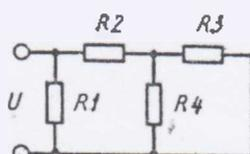

Рис. 3
4. Для электрической схемы рис. 3 заданы значения сопротивлений резисторов $R_1 = R_2 = 25\text{ Ом}$, $R_3 = 15\text{ Ом}$, $R_4 = 75\text{ Ом}$ и входное напряжение $U = 105\text{ В}$. Определить токи в ветвях и потребляемую мощность.